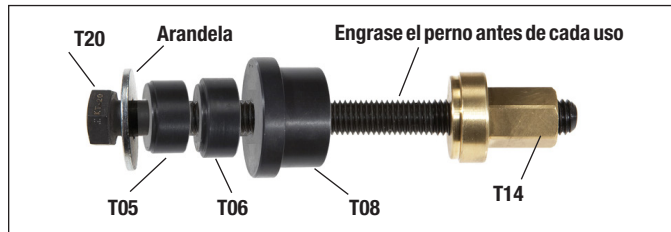
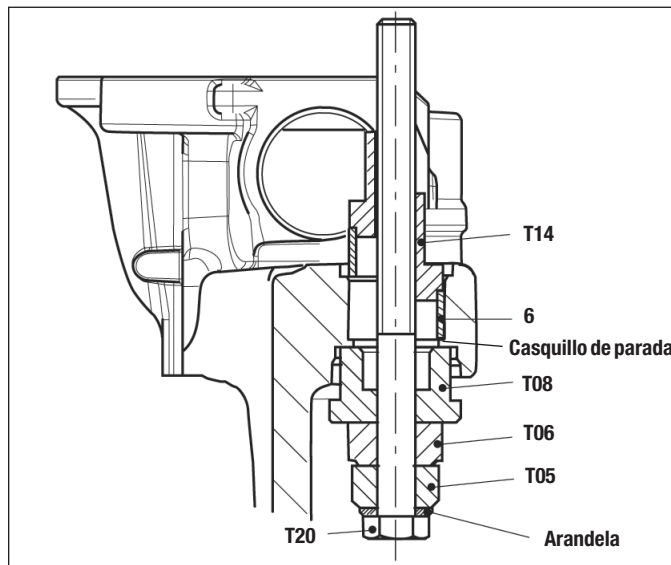

Figura 80 – Herramienta de instalación de casquillo de pasador guía corto
Figura 81 – Instalación de casquillo de pasador guía
5.6.27 Utilice la combinación de herramientas que se muestra en la figura 80 para introducir el casquillo (6) en la mordaza. También consulte la figura 81, para ver la orientación (con la herramienta T14 en la parte superior). Apriete con la mano la tuerca (T14) en su posición. A continuación, apriete el perno (T20) con una llave de estrella acodada o de dados para introducir el casquillo (6) en la mordaza hasta que el casquillo (6) haga contacto con el escalón maquinado en el orificio. Retire la herramienta.